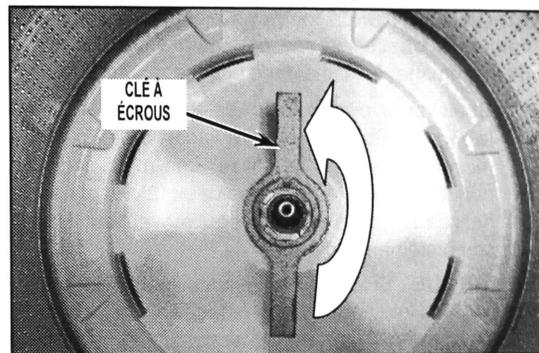

FIGURE 3
- Utiliser une clé à écrous et un marteau pour enlever l'écrou à tête hexagonale. Voir la *Figure 3*.